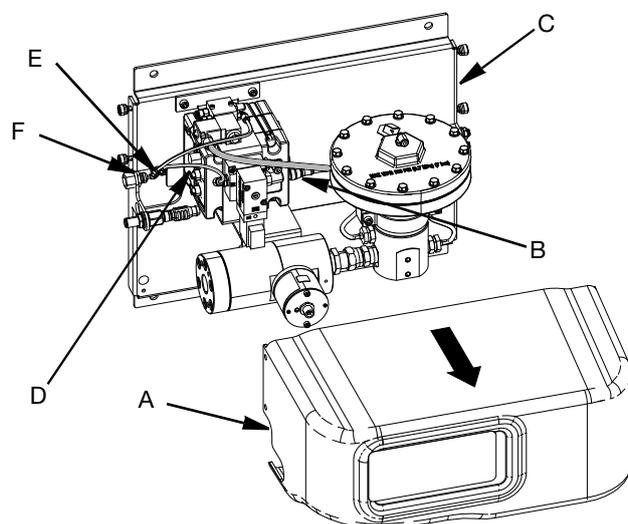

Рис. 8
1. Снимите крышку PCF (A).
2. Отсоедините кабель электромагнитного пневмоклапана от порта FCM 1(B). Закрепите свободный конец кабеля на монтажной пластине PCF (C).
- Отсоедините регулятор пневмолинии (D) от тройника, для поступающего воздуха (E).
- Отсоедините тройник для поступающего воздуха (D) от коленчатого фитинга для поступающего воздуха (F). Закрепите свободный конец тройника на монтажной пластине PCF (C). См. Рис. 8, стр. 11.